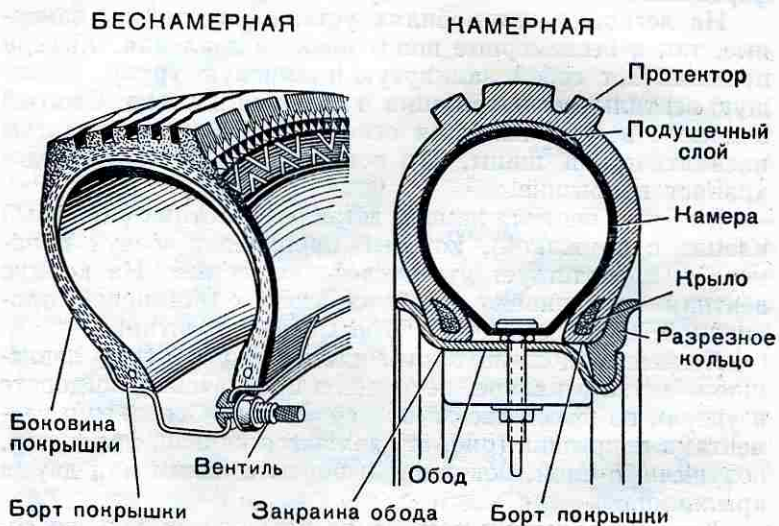

Рис. 52. Пневматические шины
*Покрывка* должна противостоять внутреннему давлению воздуха в камере, истиранию при качении по дороге и ударам во время наезда на неровности. Основными элементами покрывки (рис. 52) являются каркас, протектор, подушечный слой, боковины и борты с одним или двумя крыльями.
В бескамерных шинах (рис. 52) под действием внутреннего давления воздуха борта покрышки плотно прилегают к закраинам обода колеса и тем самым обеспечивают необходимую герметичность. Слой синтетического каучука уменьшает газопроницаемость каркаса, а герметизирующий слой из невулканизированной резины на внутренней его поверхности автоматически зажимает отверстие в по-